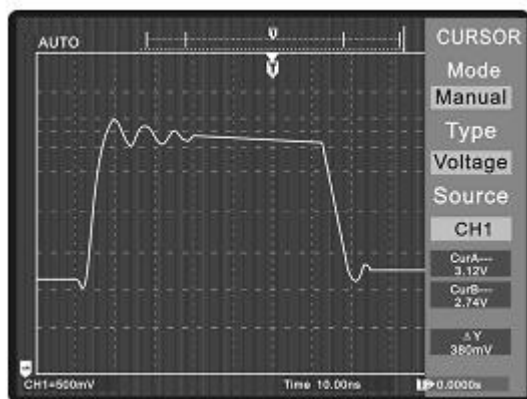

图 3-3
2、进入 **CURSOR** 菜单后→手动模式→（光标类型）电压→旋转 CH1 的 POSITION 将光标 1 置振荡波形的峰顶，旋转 CH2 的 POSITION 使光标 2 置于振荡波形的谷底，此时光标菜单中将显示光标间的电压值 ΔV 。如图 3-3 所示为振荡幅度为 380mV。